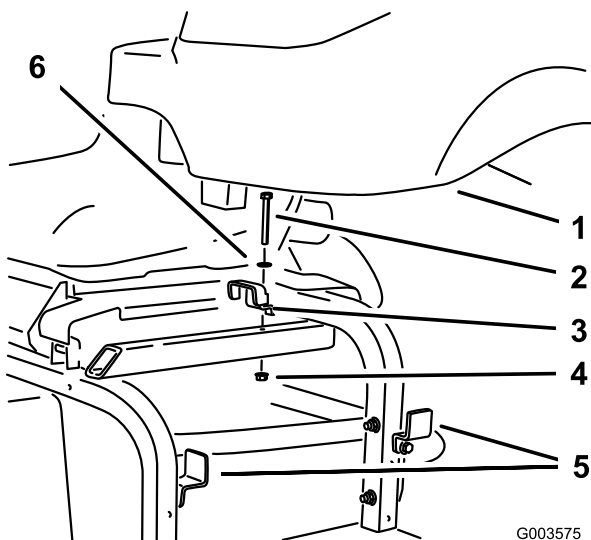

図 7
9. 機体フレームから油圧オイルタンクの上部ブラケットを外し、フレーム側部についているブラケット（2つ）をゆるめる。（図 7）。タンクを外し、金具類と共に保管する。